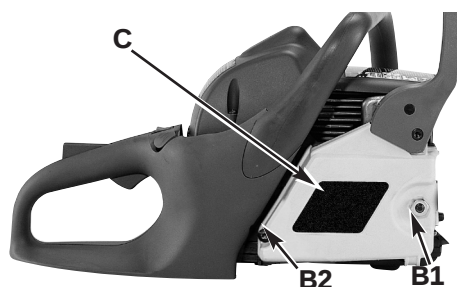

Fig. 18
2. Enlevez l'écrou de maintien du guide-chaîne (B1) et la vis (B2) à l'arrière du couvercle de l'embrayage (C). Retirez la couverture de l'embrayage (C) en tirant droit devant, il se peut qu'une certaine force soit requise (Fig. 18). Enlevez la barre et l'enchaînez.